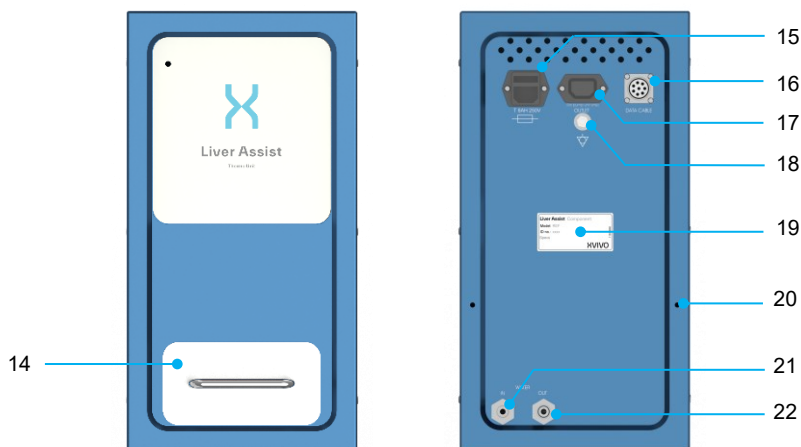

Figura 5 Vista anteriore e posteriore dell'unità termica
- Riempire il serbatoio dell'acqua dell'unità termica (Figura 5, voce 14) con circa 3 litri di acqua demineralizzata.